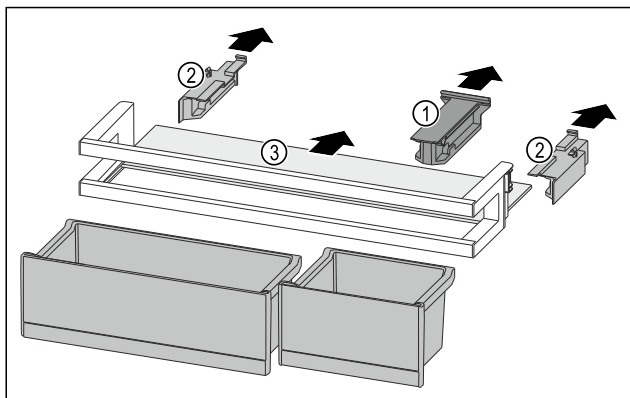

Fig. 90
- Trekk av holdedelen Fig. 90 (1).
- Trekk av sidedeler Fig. 90 (2).
- Fjern oppstillingsplassen Fig. 90 (3).